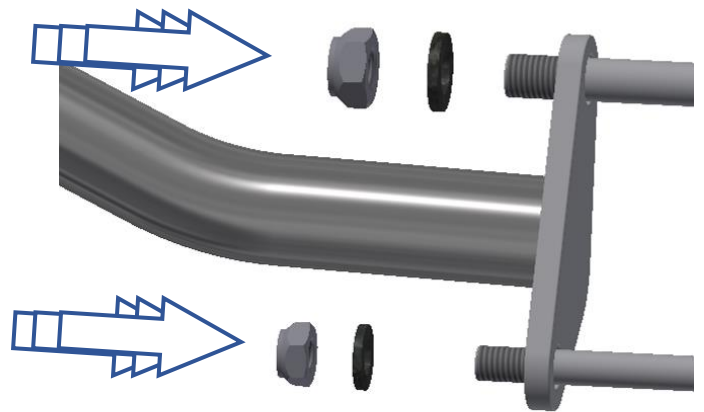

Abbildung 22
- Eine M8 Mutter und Unterlegscheibe (**Artikel 10 und 14**) an der unteren Verbindungsstange anbringen (zu diesem Zeitpunkt nicht festziehen) wie in **Abbildung 22** abgebildet.